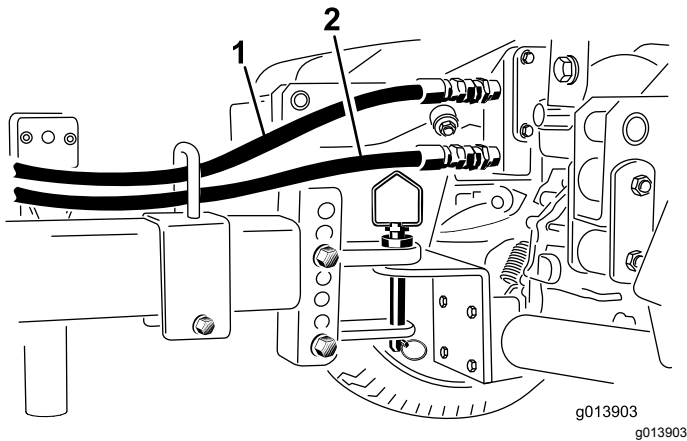

Figura 28
3. Enchufe el acoplamiento de desconexión rápida de la manguera de retorno (la manguera con la pegatina de la flecha) en el acoplamiento de desconexión rápida superior del vehículo (Figura 28).
4. Enchufe el acoplamiento de desconexión rápida de la manguera de presión en el acoplamiento de desconexión rápida inferior del vehículo (Figura 28).